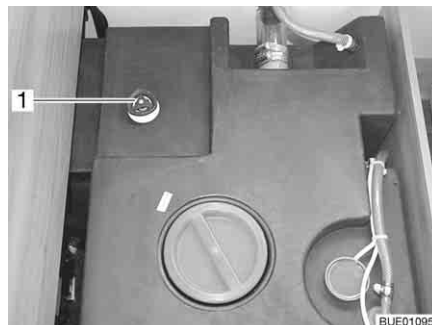

Bild 245 Vattentank med ratt
- Vrid ratten på vattentanken moturs mot motståndet till stoppläget (Bild 245,1) för att öppna utloppsöppningen helt.